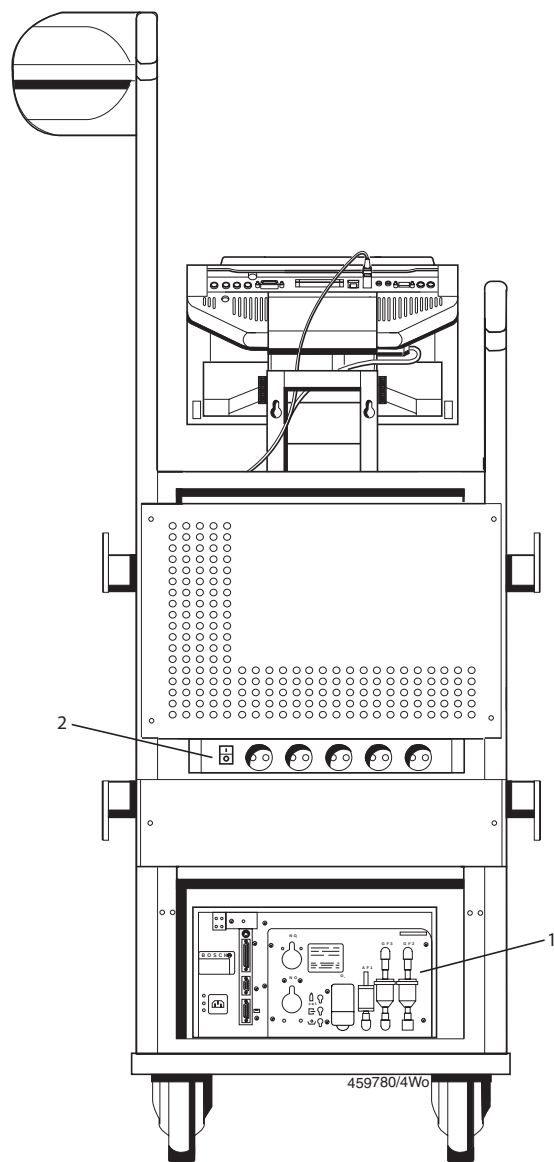

Fig. 2: vista posteriore di FSA 750
Accendere o spegnere FSA 750 con l'inter-ruttore di rete centrale ubicato sul retro dell'apparecchio (vedere la fig. 2; pos. 2).